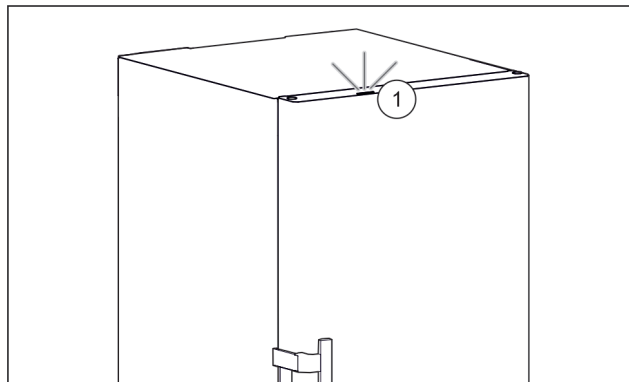

Fig. 57 Aktivní stavové světlo při zavřených dveřích
- Stavové světlo Fig. 57 (1) je aktivované.